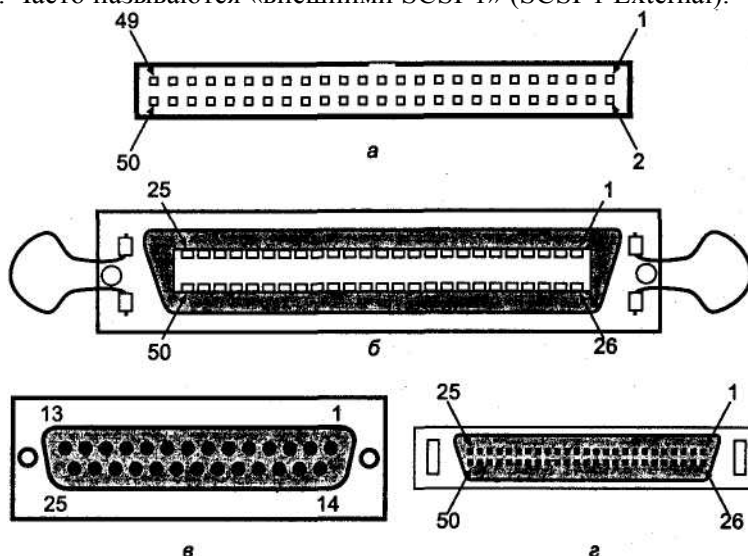
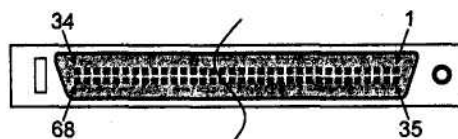
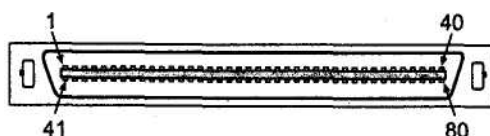

Рис. 5.1. Разъемы 8-битного устройства SCSI: а — IDC-50P, б — CX-50R, в — DB-25P, г — HD-50F
Рис. 5.2. Разъемы 16-битного устройства SCSI HD-68F
Рис. 5.3. Разъем устройства SCSI с «горячей» заменой SCA-80
♦ IDC-50 - разъемы для соединения внутренних устройств (аналогичны разъемам ATA, где применяются 40-контактные IDC-40). Разъемы имеют квадратные штырьковые контакты с шагом 0,1" (2,54 мм), пластмассовый корпус, без кожуха и дополнительных фиксаторов (рис. 5.1, а). На устройствах устанавливаются *вилки* (IDC-50M), на ленточных кабелях — *розетки* (IDC-50F).
CX-50 — разъемы типа Centronics, аналогичные применяемым в принтерах (но 50-контактные). Разъемы имеют пластинчатые контакты с шагом 0,085" (2,16 мм) и внешний металлический кожух (рис. 5.1, б). Применяются для соединения внешних устройств. На корпусе устройства (и SCSI-адаптера) устанавливают *розетки* (CX-50F), на кабелях — *вилки* (CX-50M). Разъемы фиксируются проволоочными скобами, установленными на розетке, входящими в выемки на корпусе вилки. Часто называются «внешними SCSI-1» (SCSI-1 External).
- ♦ DB-25 — разъемы с круглыми штырьковыми контактами в металлическом кожухе D-образной формы (как на LPT-порте компьютера). На устройстве устанавливается *розетка* (DB-25F), на кабеле — *вилка* (DB-25M); фиксация выполняется с помощью винтов (рис. 5.1, в). Применяются на некоторых внешних устройствах (например, Zip).
- ♦ HD-50, они же MiniDSO (рис. 5.1, г), — разъемы со штырьковыми контактами в металлическом кожухе D-образной формы, с высокой плотностью контактов (High Density) — с шагом 0,05" (1,27 мм). На устройстве устанавливается *розетка* (HD-50F), на кабеле — *вилка* (HD-50M); фиксация выполняется с помощью защелок (клипсов). Часто называются «внешними SCSI-2» (SCSI-2 External).
- ♦ HD-68, они же MiniD68, — аналогичные разъемы, но с 68 контактами. На устройстве устанавливается *розетка* (HD-68F или MiniD68F), на кабеле — *вилка* (HD-68M или MiniD68M). Внешние разъемы фиксируются с помощью клипсов или винтов, внутренние — только на трении. Часто называются разъемами SCSI-3, в настоящее время наиболее широко используются для «широкого» интерфейса. На рис. 5.2 показан внешний разъем, слева изображена клипса, справа — резьбовая буска.
SCA (Single Connector Attachment) — разъем для подключения устройства одним разъемом. Предназначен для подключения дисков, устанавливаемых в шасси с возможностью «горячей» замены (или, по крайней мере, легкой, через лицевую панель). В настоящее время распространена спецификация SCA-2 на разъемах MCX-80 (рис. 5.3). На устройстве устанавливается вгшся (MCX-80F), на шасси — розетка (MCX-80M). Кроме интерфейсных сигналов, на разъем выводятся шины питания, ^ также сигналы конфигурирования устройства (идентификатор, режимы и т. п.). На боковых направляющих имеются дополнительные контакты заземления. Конфигурационные джамперы устанавливаются не на устройстве, а на шасси (или на плате адаптера).
Для версии Narrow SCSI использовались разъемы, изображенные на рис. 5.1, для Wide SCSI — на рис. 5.2. Для устройств с «горячей» заменой применяют миниатюрный D-образный разъем SCA-2, общий для питания и сигнальных цепей (рис. 5.3). Ассортимент кабелей SCSI довольно широк.
- внутренний А-кабель SCSI-1 и SCSI-2 имеет разъемы с низкой плотностью контактов IDC-50 (розетки, см. рис. 5.1, а);
- внешний А-кабель SCSI-1 имеет разъемы Centronics-50 (CX-50M, см. рис. 5.1, б);
- внешний А-кабель SCSI-2 имеет разъемы MiniDSOM (HD-50M, см. рис. 5.1, в).
- ♦ *Mac SCSI*. Кабель с разъемами DB-25P (см. рис. 5.1, з) — 8-битный, стандартный для Macintosh (назначение контактов см. ниже), используется на некоторых внешних устройствах (Iomega ZIP Drive). Встречается иная раскладка цепей, если 25-контактный разъем установлен на хост-адаптере.